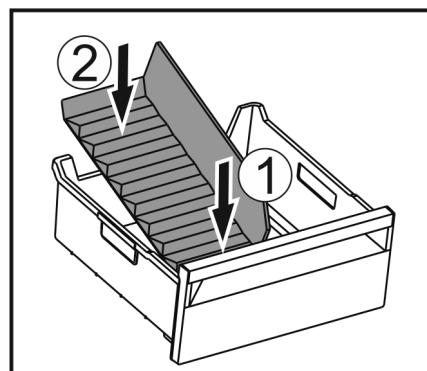

Fig. 49
- Поставете разделителя първо отпред Fig. 49 (1).
- Спуснете задната част Fig. 49 (2).